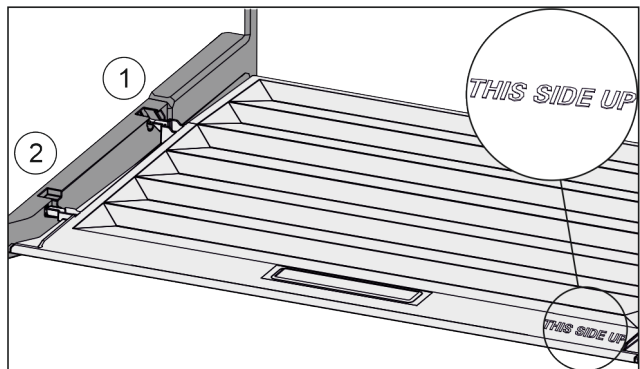

Fig. 41
- ▶ Вставить поперечные ребра крышки через отверстие заднего держателя Fig. 41 (1) и защелкнуть спереди в держателе Fig. 41 (2).